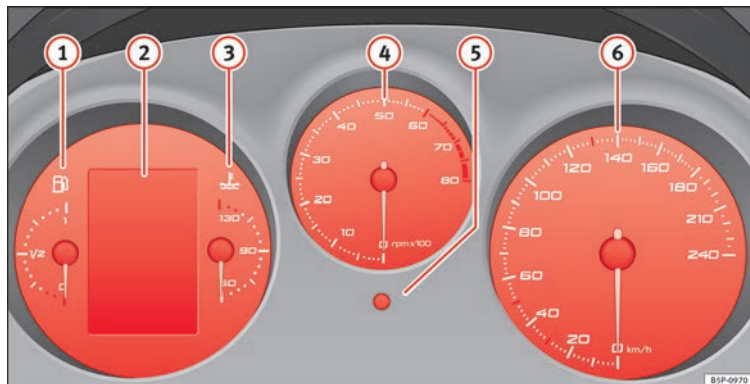

Fig. 26 Dettaglio della plancia portastrumenti: quadro strumenti.
Quando la lancetta del contagiri entra nel settore rosso » **fig. 26** ④, significa che il motore, rodato e caldo, ha raggiunto il numero di giri massimo per la marcia inserita. Si consiglia quindi, prima di raggiungere tale settore del contagiri, di passare alla marcia immediatamente superiore o di mettere la leva selettoria nella posizione D (in vetture provviste di cambio automatico) oppure di ridurre la velocità.
- Per modificare l'ora, ruotare il pulsante » » **fig. 26**  verso destra, fino al primo "clic". I numeri dell'ora lampeggeranno. Per modificare l'ora, premere il pulsante.